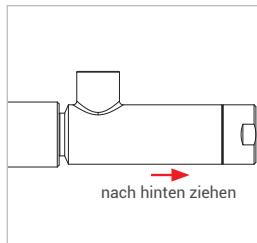

Abbildung 12
- ▶ Ziehen Sie leicht am Adapter (Roter Pfeil *Abbildung 12*) entgegen der Anschlussrichtung um sicherzustellen, dass der Adapter richtig angeschlossen ist.